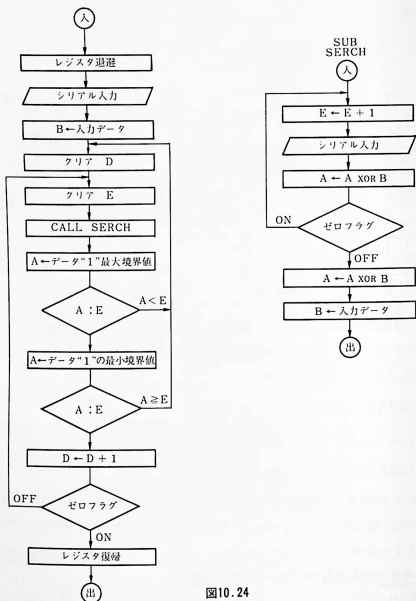

図10.24
(3) 機能 いったんこのサブルーチンに入ると、2,400Hzの信号が256周期連続して検出されるまで、このサブルーチンを抜け出しません。モニターはカセットテープに作成したファイルヘッド部の検出にこのサブルーチンを使用しています。
- (4) フローチャート 図10.24にフローチャートを示します。
- (5) 使用例 モニタサブルーチンSRIIN参照。